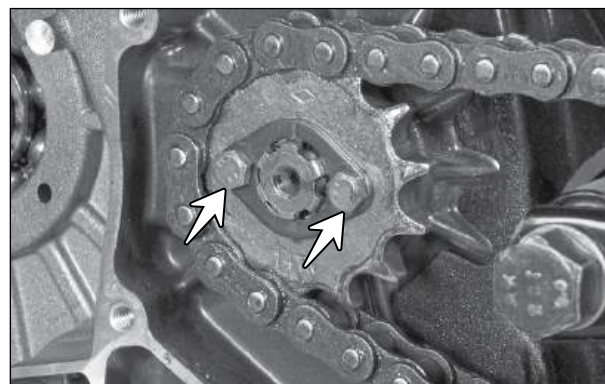

Fig. 3.116
- Remova os parafusos M5x10 (setas) da placa de trava do pinhão. (Fig. 3.116)